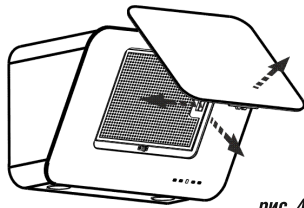

рис. 4
- 6.1.1 Перед установкой вытяжки снимите алюминиевый фильтр (рис. 4).
- потяните за нижний край откидной панели, как показано на рис. 4 и откройте ее;
8.3 Для очистки алюминиевого фильтра извлеките его из вытяжки (рис.4). Произведите очистку фильтра с помощью щетки горячим водным раствором нейтрального моющего средства вручную или в посудомоечной машине (при 60°C). Сильно загрязненный фильтр не следует мыть в посудомоечной машине вместе с посудой.